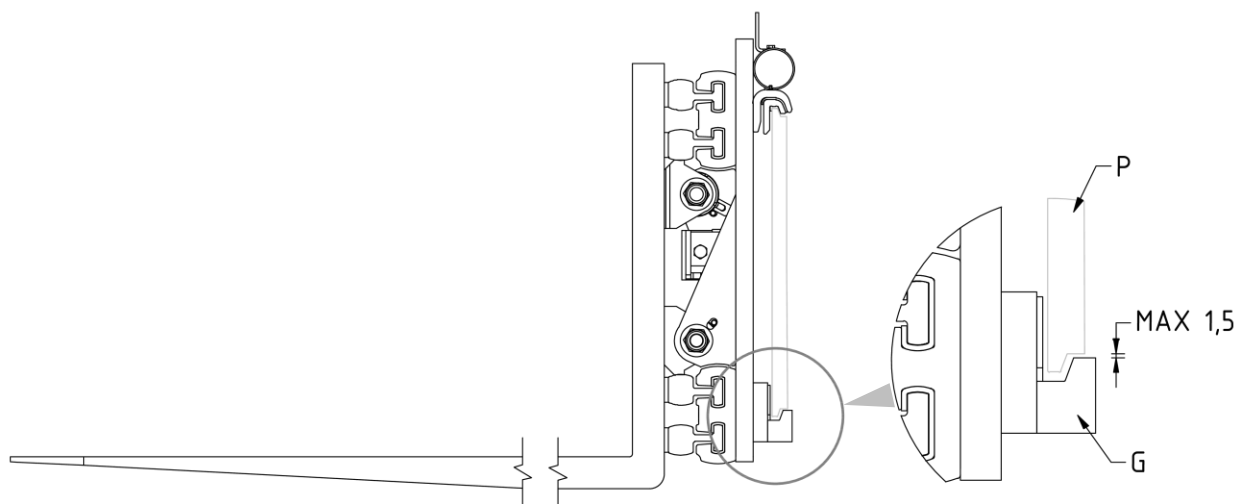

Figura 8
9. Atornillar los dos ganchos inferiores **G** para que su cuerpo quede enganchado debajo a la placa porta horquillas **P** (con un juego máximo de 1,5 mm, mira *Figura 8*), apretando con el par de apriete indicado en la *Tabla 4*.